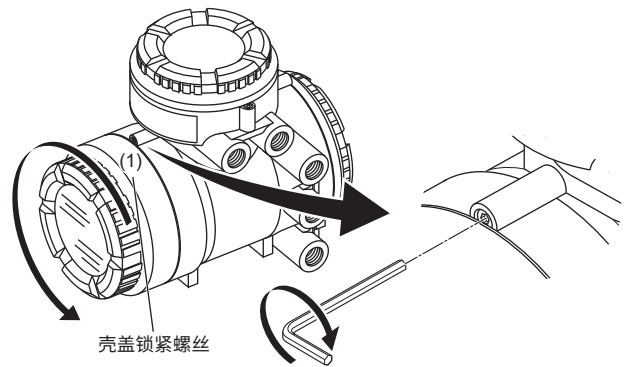

图3.6.1 移除显示器壳盖(AXW4A分体型变送器)
- 用扳手沿顺时针方向拧松壳盖锁紧螺丝(1)(参阅图3.6.1), 打开壳盖。从制造厂发货时, 壳盖是锁紧的。手持流量计, 沿逆时针方向旋转, 移除壳盖。
(3) 安装壳盖
- 使用六角扳手(标称尺寸3)逆时针方向拧紧壳盖锁紧螺丝(1)(参阅图3.6.1), 锁紧壳盖。